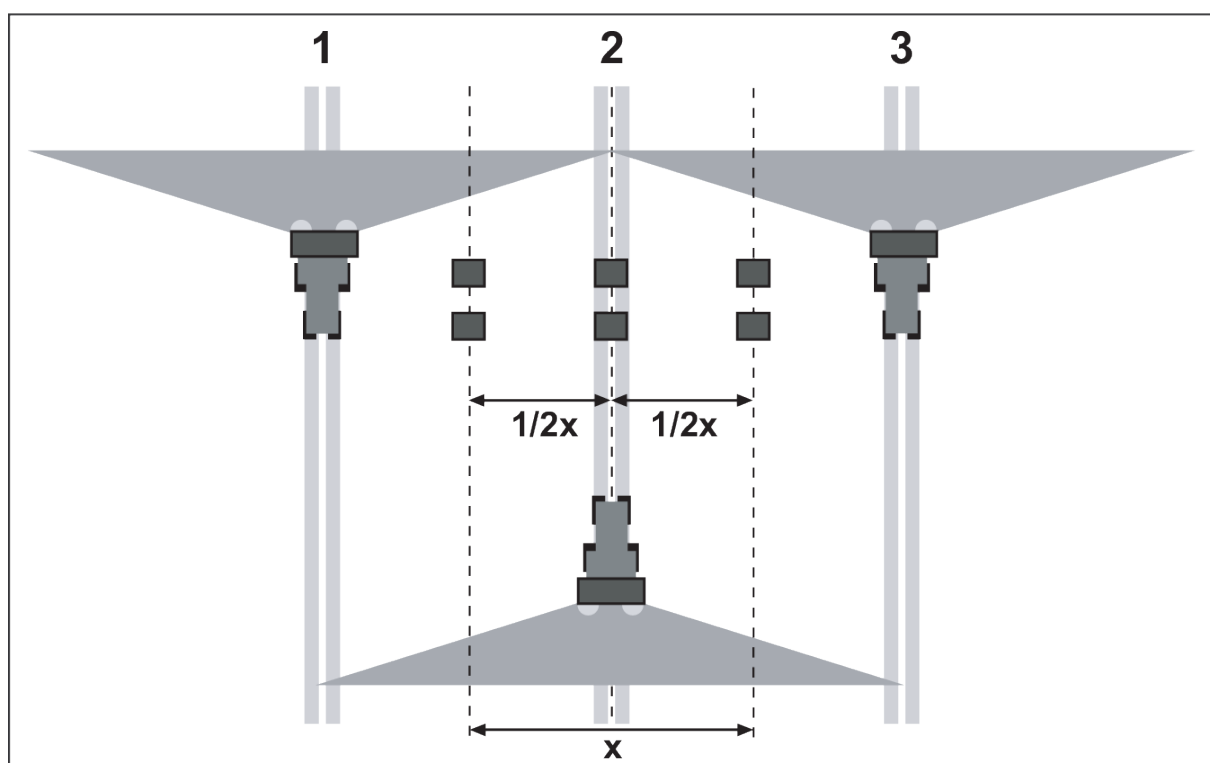

Fig. 52: Uppställning för tre passeringar
- ▶ Ställ upp två uppsamlingskålar i överlappningszonerna (mellan körfälten) och i det mellersta körspåret, den ena bakom den andra med ett mellanrum på **1 m** (enligt Fig. 52)